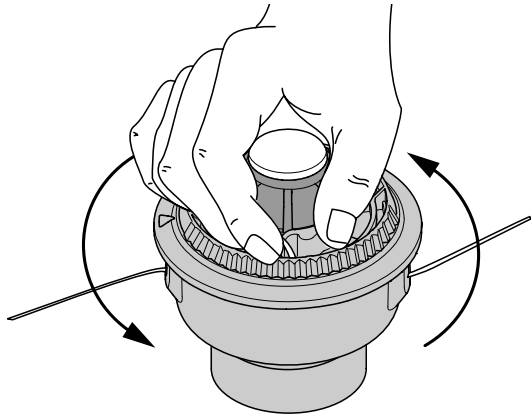

Fig. 18
8. Sostenga la bobina exterior. Bobine el carrete interior en sentido antihorario hasta que queden alrededor de cuatro (4) pulgadas (102 mm) de línea (Fig. 18).